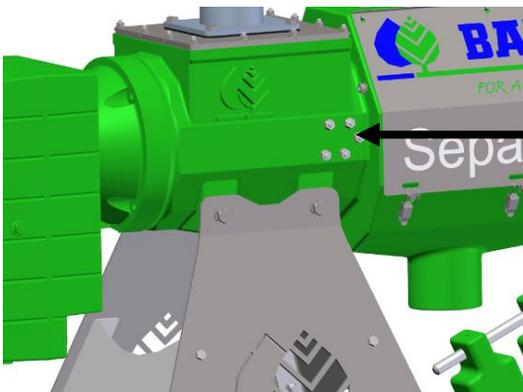

Fig. 13-16 : Vis de raclage
6. Desserrer les contre-écrous des vis de raclage et tourner ces dernières d'un tour dans le sens inverse des aiguilles d'une montre, voir Fig. 13-16.